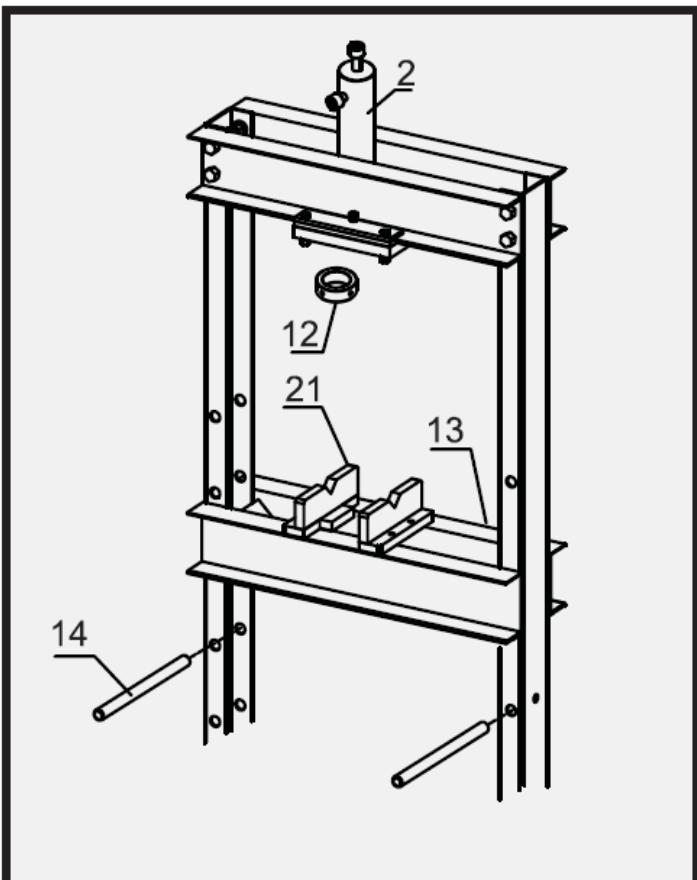

Рис. 5
Воспользуйтесь схемой стенда (рис. 5), списком деталей и схемой сборки, приведенной в данной инструкции, разложите все детали по порядку и установите их предназначение перед сборкой.
6. Закрепите силовой цилиндр (2), закрутив широкую гайку (12). Вдвиньте опорные пальцы (14) в отверстия в стойках. Вложите стол пресса (13) таким образом, чтобы направляющие стола вошли в стойки рамы, затем опустите стол вдоль стоек рамы на опорные пальцы. Установите призмы (21) на стол пресса. См. рис. 5.